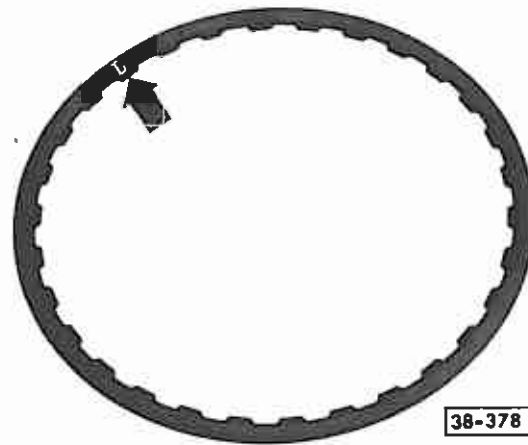

Fig. 15 Disques intérieurs – Marquage
- Veiller au marquage – fig. 15